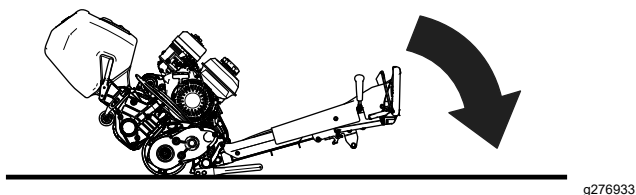

Figura 5
2. Accesați unitatea de tăiere prin coborârea mânerului unității de tracțiune la sol (Figura 5).